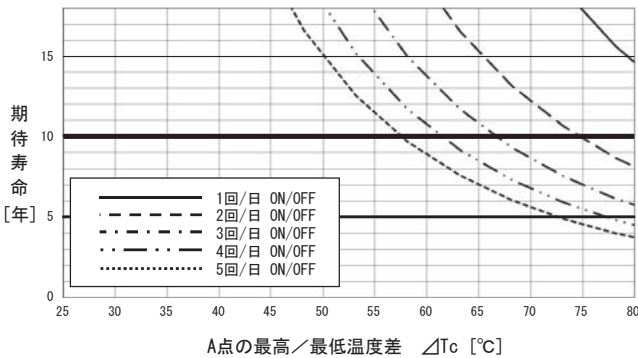
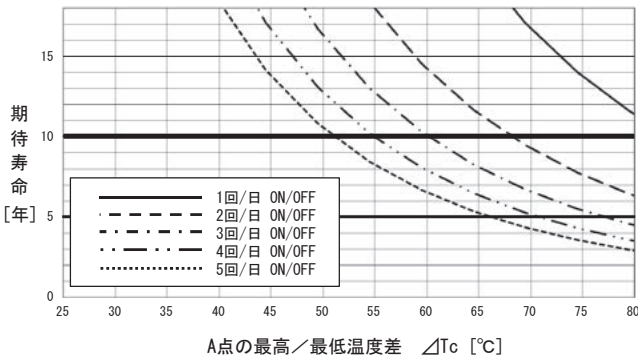
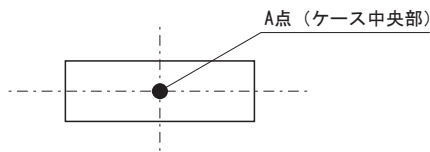

図9.1 熱疲労による期待寿命グラフ (MG1R5)
図9.2 熱疲労による期待寿命グラフ (MG3)
図9.3 温度測定箇所 (ケース上面)
■図9.1, 図9.2に当社加速試験結果を基に算出した1日のON/OFF回数とケース温度差(図9.3ポイントA点 ΔT_c)に対する製品の期待寿命を示します。連続通電の場合であっても負荷率の変動などでケース温度に変動が発生する場合は、上記考え方を適用してください。
■無償補償期間10年ですが、図9.1, 図9.2に示す期待寿命が10年未満の場合、この寿命を無償補償期間とします。